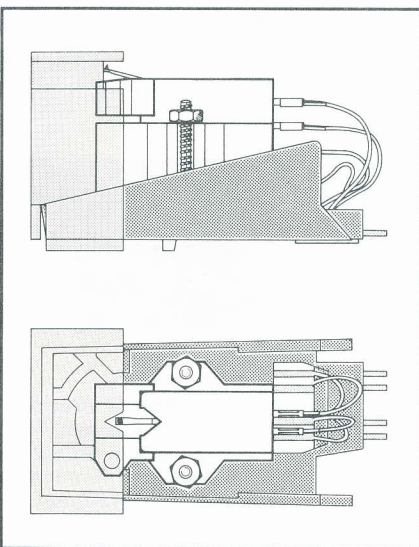

Fig. 14
2. Fixez la cellule sur son support en vous servant des accessoires et du gabarit joints à la tête de lecture TK 14 et à la cellule. Il faut veiller à ce que la cellule soit montée à l'emplacement géométrique correct dans son support (fig. 14).